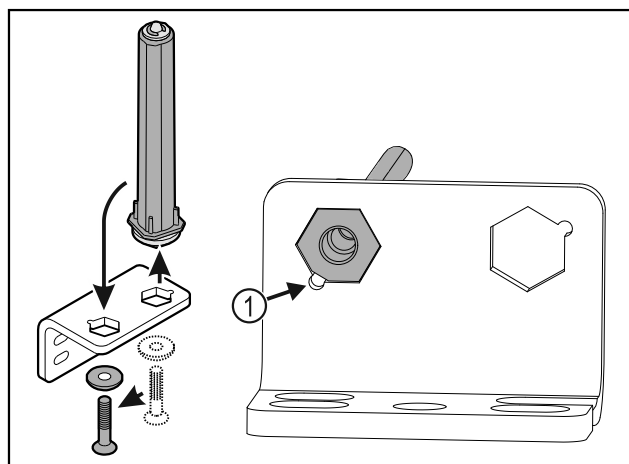

Fig. 34
- ▶ Pobrinite se za to da je prilikom umetanja zakošenje na svornjaku Fig. 34 (1) usmjereno prema okrugloj rupi.